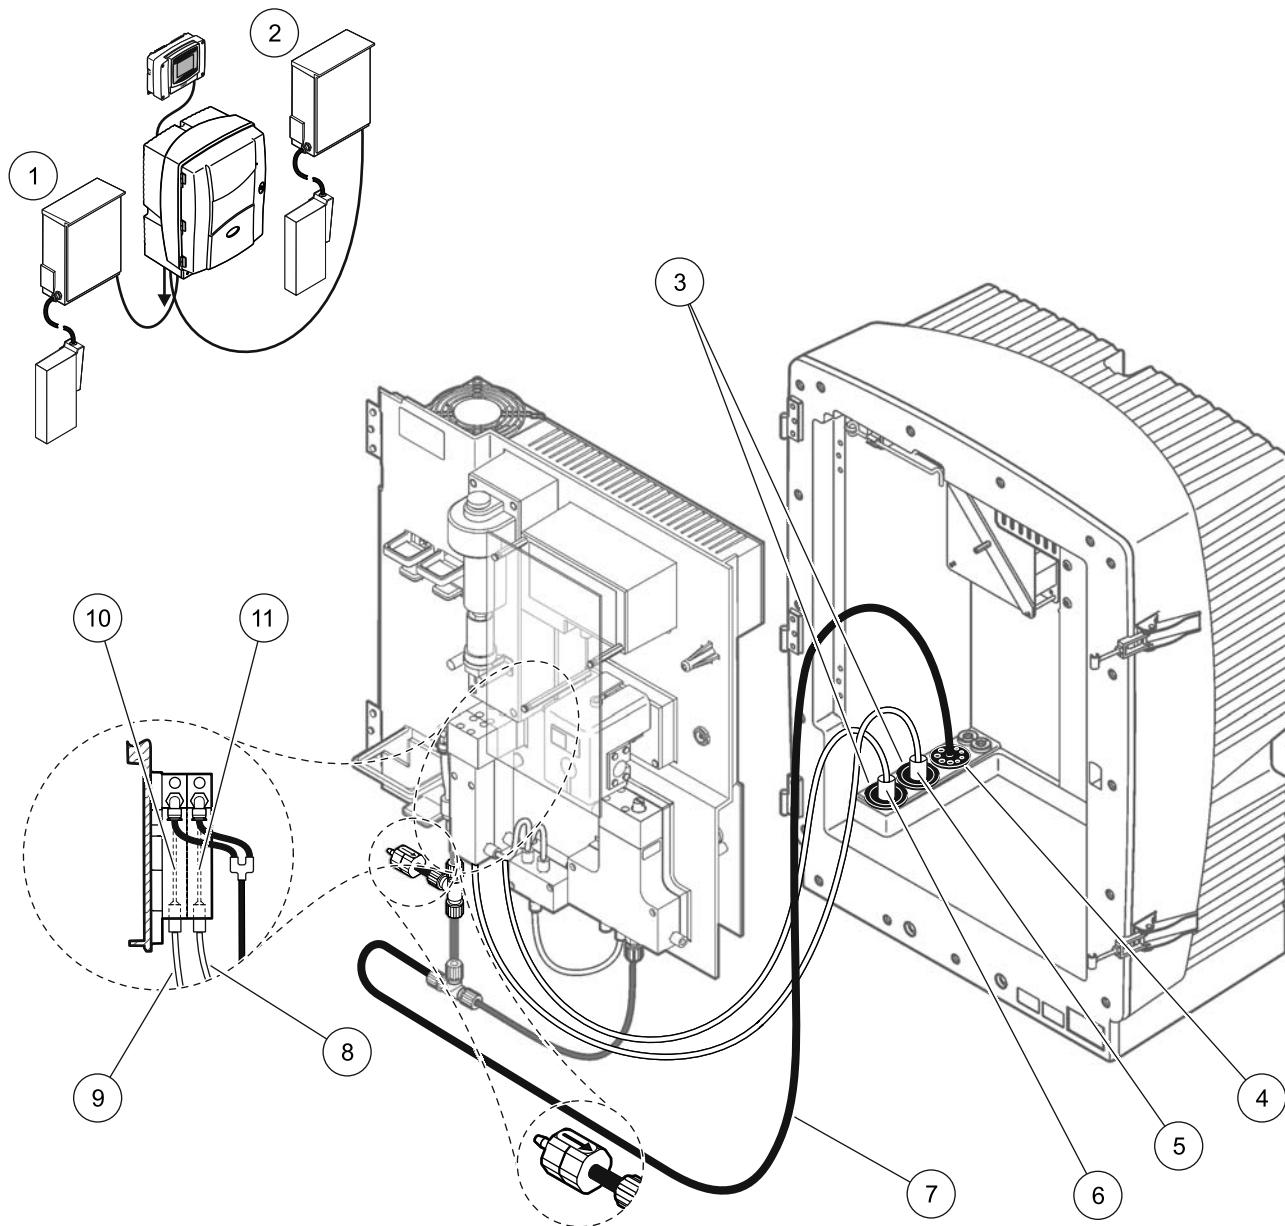

Рисунок 36 Монтаж версии 9а
Для версии 9а смотрите Рисунок 36 и следующие инструкции:
2. Проведите шланг с подогревом от FILTRAX 1 через анализатор (Рисунок 36, позиция 6). Для фиксации используйте уплотняющую заглушку #1.